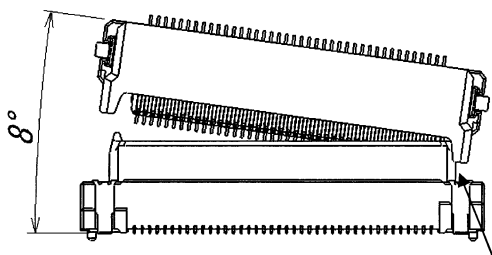
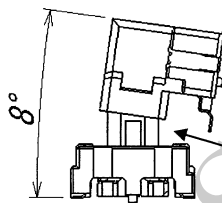

図1/ Fig.1 ソケットがプラグに入る前
図2/ Fig.2 ソケットがプラグに入る前
- ・誘い込み時の角度は図1～図2になりますので、記載角度以下で位置決めをして下さい（ロックさせない状態）。
Figure 1 and 2 show guiding angle. Please locate it below the described angle (Not lock) .